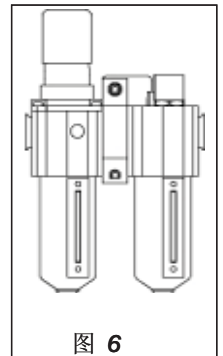

图 6
调节螺母 (C) 在出厂时已被调整到顺时针方向的尽头，在此状态下系统无法获得润滑油料。要进行初始调节，请打开进气装置，油就开始流入系统。旋转调节螺母，调节油的滴落速度。逆时针旋转调节螺母，会提高滴落速度。（见图 6）一开始，将滴落速度设置为每分钟一到两滴，在系统达到正常操作温度后，对速度进行微调。
向上拉调节螺母，以解除锁定。要提高出口压力设置，就必须顺时针旋转调节螺母；要降低出口压力设置，就必须逆时针旋转。要降低压力，首先将压力降到所需压力以下，然后逐渐提高到所需出口压力。（见图 6）